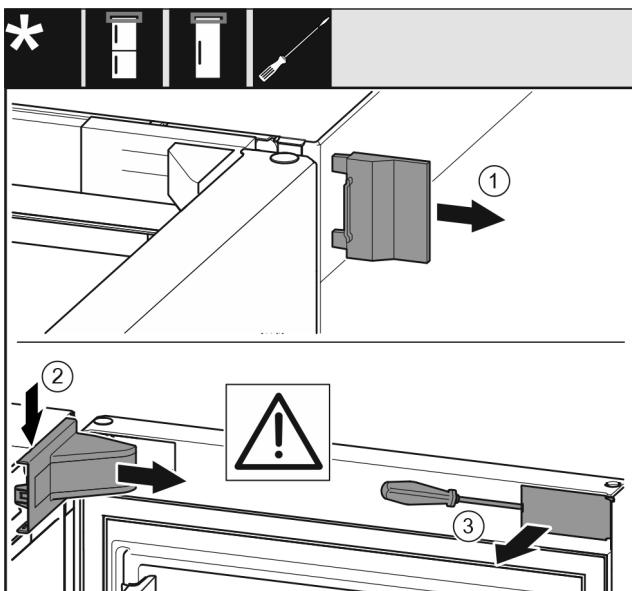

Fig. 12 *
- ▶ Αφαιρέστε το εξωτερικό κάλυμμα Fig. 12 (1).*
- ▶ Ξεκουμπώστε και αφαιρέστε το κάλυμμα του στηρίγματος Fig. 12 (2).*
- ▶ Ξεκουμπώστε το διακοσμητικό κάλυμμα Fig. 12 (3) με ίσιο κατσαβίδι και παραμερίστε το προς το πλάι.*